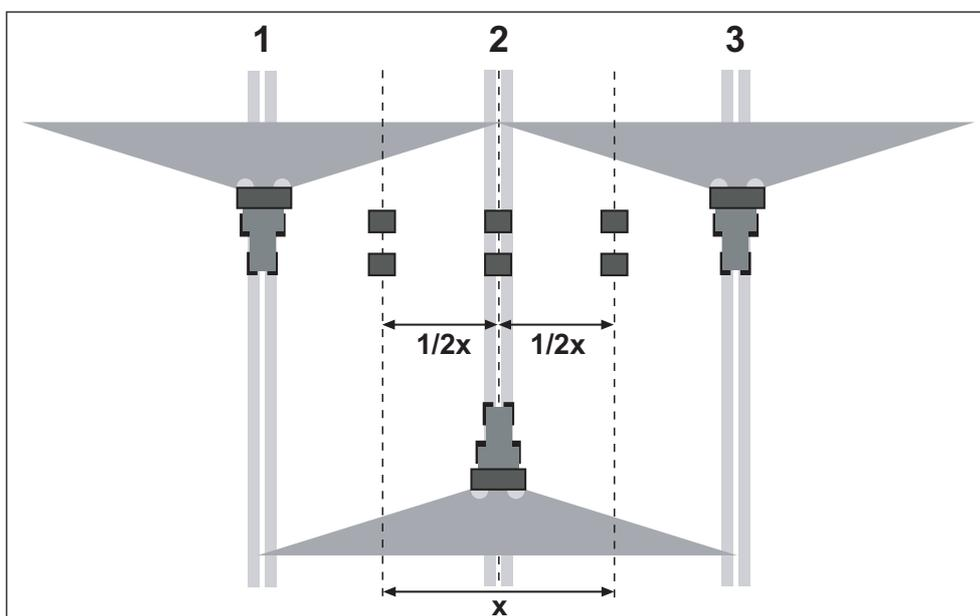

Figure 8.29 : Disposition pour trois passages
- Installer deux bacs récupérateurs à **1 m** de distance l'un derrière l'autre dans les zones de recouvrement et dans le passage du tracteur (selon figure 8.29).